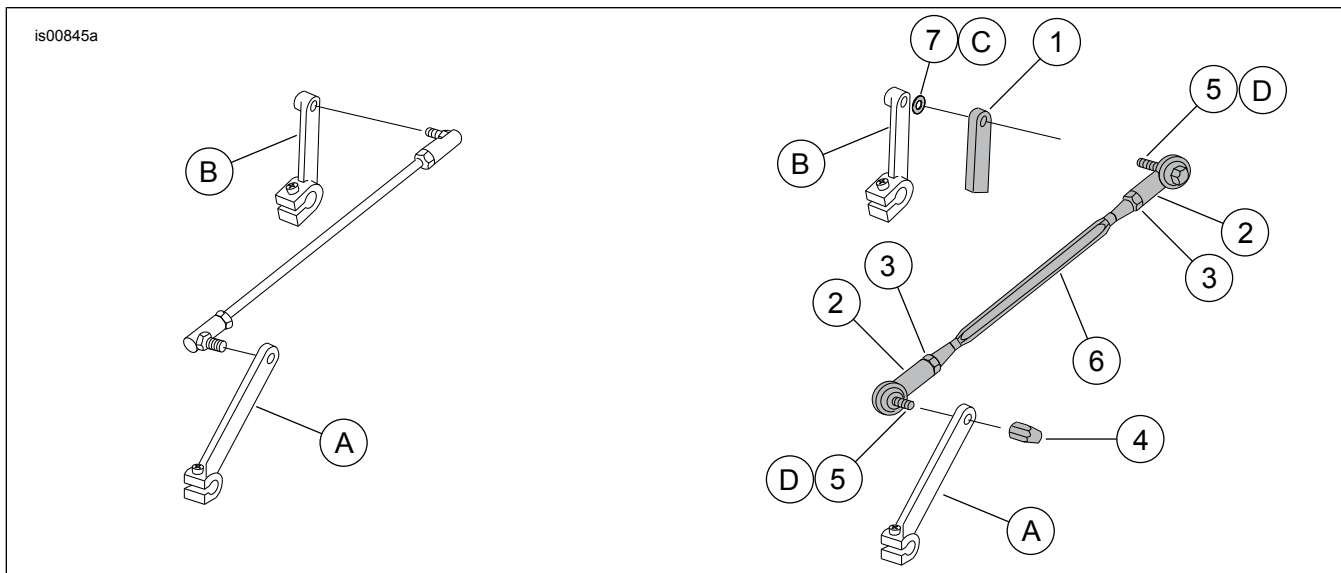

Abbildung 1. Ersatzteile: Schaltgestänge
Unter Abbildung 1 findet sich eine Liste des Satzinhalts.
Alle in den nachstehenden Schritten angeführten Nummern beziehen sich auf Abbildung 1 und Tabelle 4.
5. **Bei FLHT-, FLHR- und FXDWG-Modellen ab 1999** das Stangenende außen auf den Schaltstangenhebel setzen, danach Gewindegewindesicherungsmittel auf das Gewinde der anderen Kopfschraube (5) auftragen und Vorderteil der Schaltstange (6) am Schaltstangenhebel mittels Schraube (5) und Hutmutter (4) in der in Abbildung 1 gezeigten Reihenfolge befestigen (Hutmutter zeigt nach außen). Hutmutter (4) sichern. Anziehen.
Hinweis	In Teilesätzen enthaltene Teile sind in Abbildung 1 schattiert dargestellt.